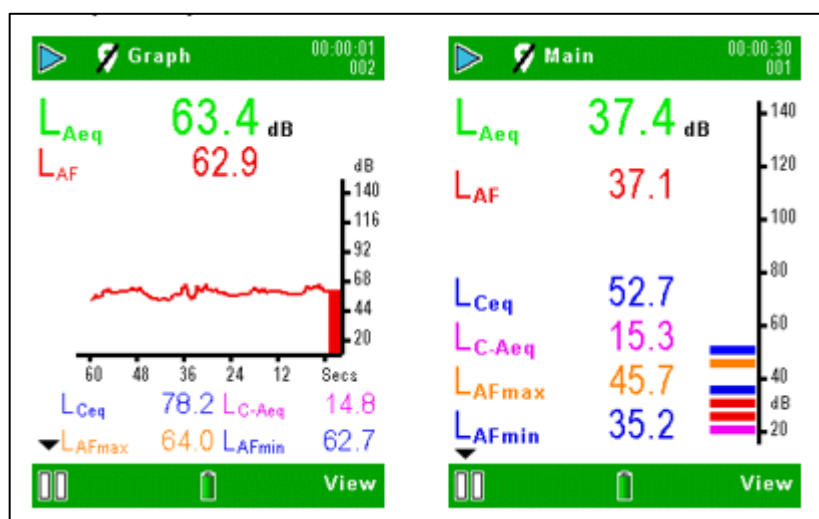

Figura 9 Telas de execução 620A
**Para os modelos 620A** (consulte a Figura 9), os valores de banda larga podem ser visualizados como um gráfico de barras na tela principal ou como um histórico gráfico de tempo na tela Gráfico. Pressionar a tecla de função **Exibir** correspondente alterna entre as telas Gráfico e Principal.